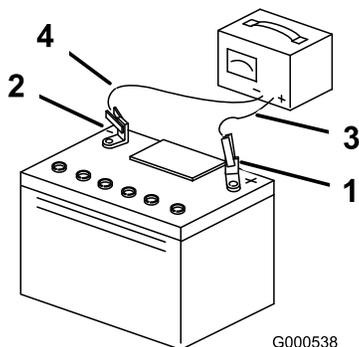

Figure 37
- Une fois la batterie chargée au maximum, débranchez le chargeur du secteur, puis débranchez les fils du chargeur des bornes de la batterie (Figure 37).